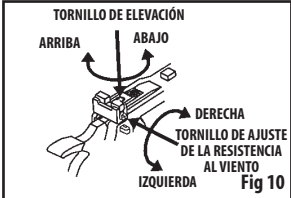

Fig 10
- La pistola está apuntada de forma correcta cuando hoja de la mira frontal está posicionada exactamente en el centro de la muesca de la mira posterior. La parte superior de la hoja de la mira frontal debe estar a la par de la parte superior de la muesca de la mira posterior. La diana debe “descansar” en la parte superior de la mira frontal (Fig. 10).